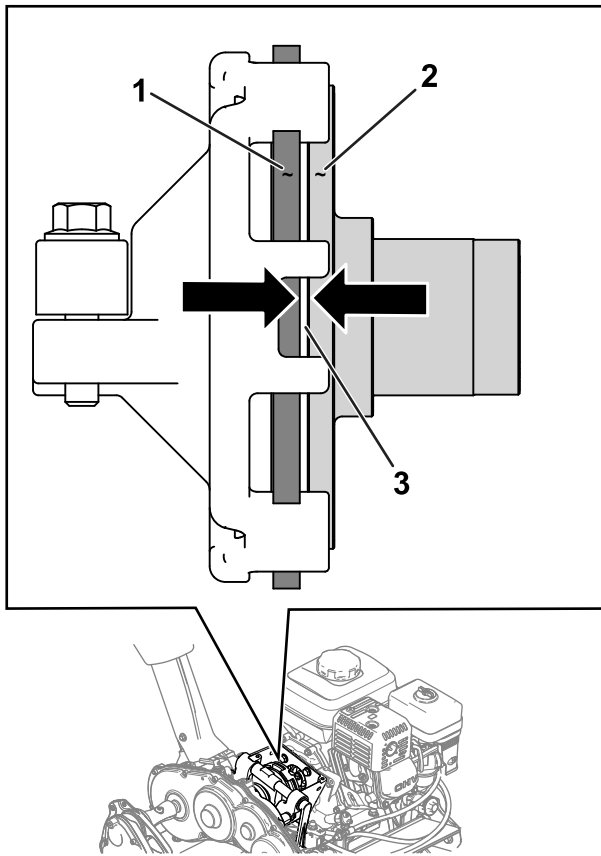

Figure 31
2. Desserrez les écrous de blocage et réglez le câble de déplacement afin d'obtenir un jeu de 1,1 mm (0,045 po) entre le disque de friction et le plateau de pression (Figure 30 et Figure 31).